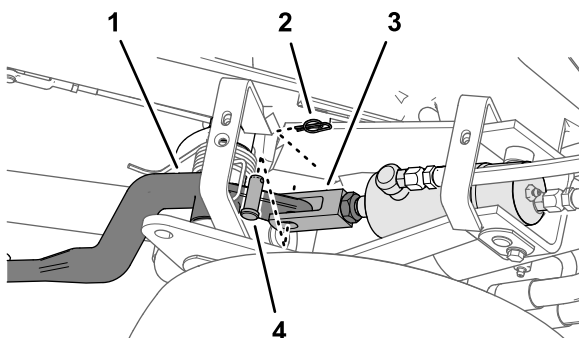
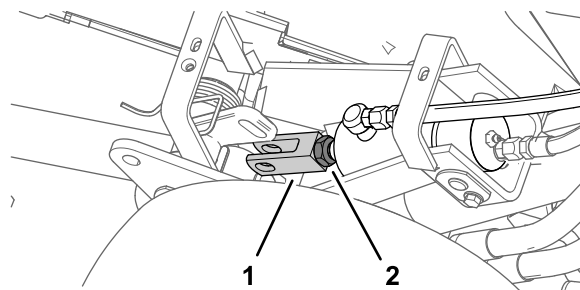

図 52
図 53
固定しているジャムナットをゆるめる 図 52。
- リテーナピンとクレビスピンを抜取る 図 52。
- クレビスを回して適当な高さにする 図 53。
トを締め付ける 図 52と図 53。